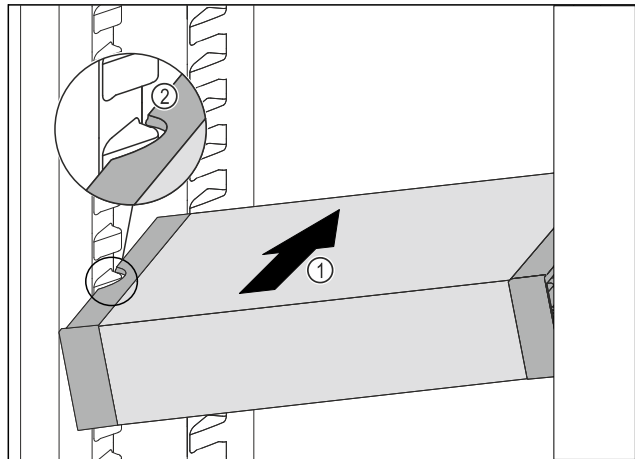

Fig. 109
- Inserire VarioSafe ad angolo nel vano frigorifero Fig. 109 (1), fino a quando le cavità laterali Fig. 109 (2) di VarioSafe non si trovano al livello della nervatura del contenitore nel vano frigorifero.